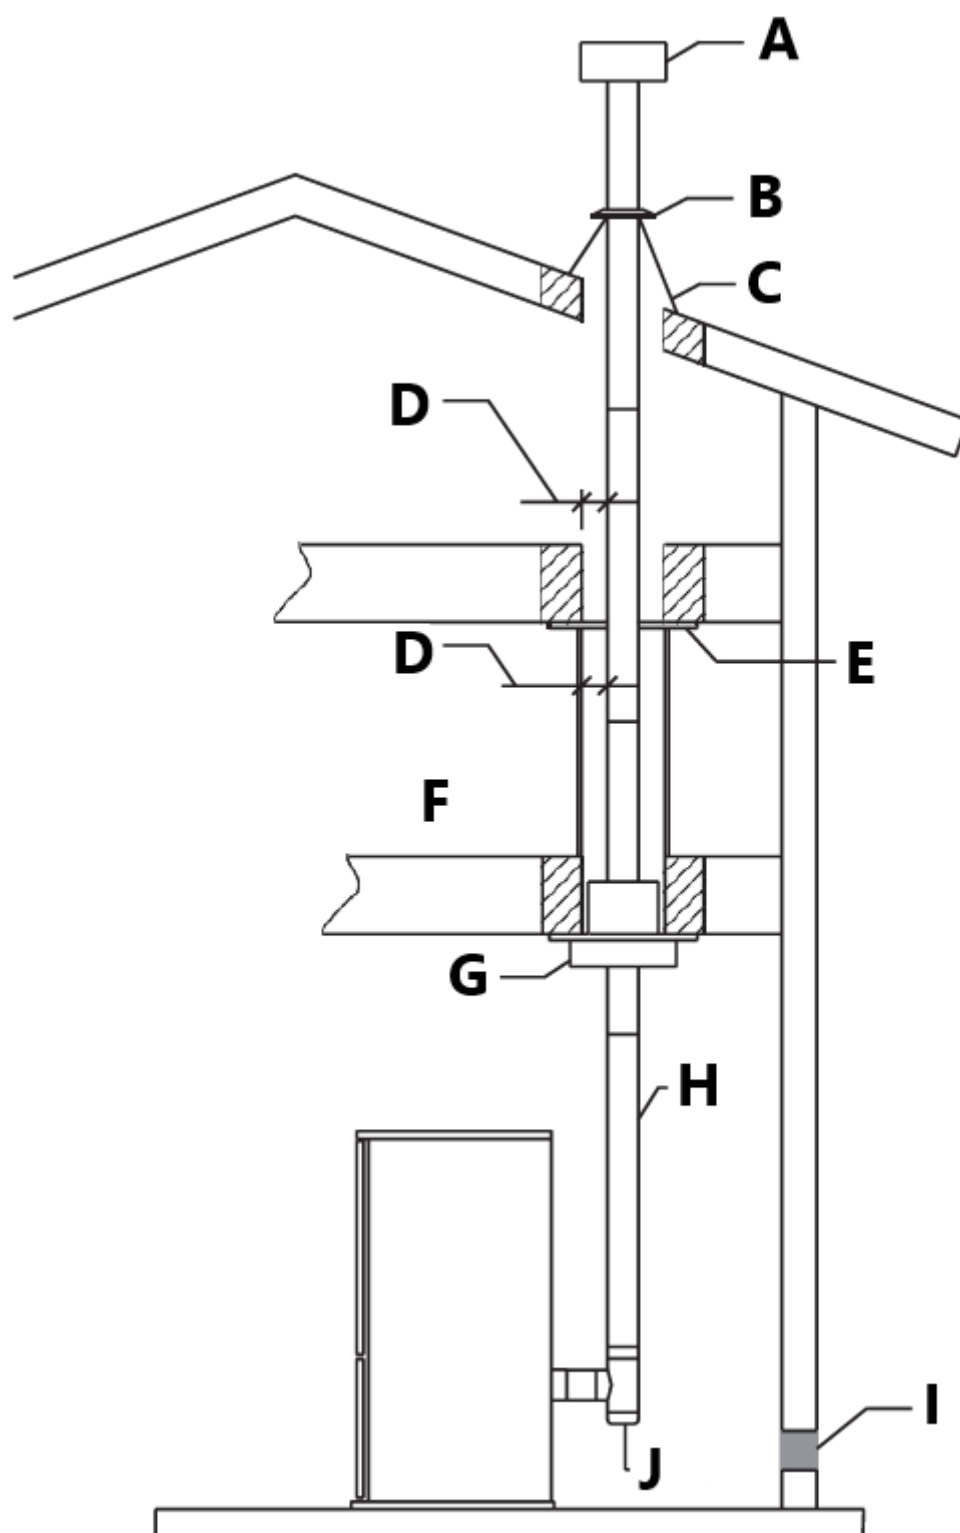

fig. 10
- Installez le support de plafond noir sous le niveau des solives et fixez-le avec des clous ou des vis en spirale de 4 à 1,5 po (102 mm - 38 mm) (Fig. 10). Alternativement, un ensemble de support peut être utilisé à la place du support de plafond noir. L'ensemble de support s'adapte à l'ouverture du plafond par le bas et est fixé aux solives avec 4 clous ou vis en spirale de 1,5" (102 mm - 38 mm) (Fig. 10).
- Des coupe-feu sont requis lorsque l'évent pénètre dans un plancher ou un plafond. Découpez un trou de taille appropriée dans le plafond/plancher et installez le coupe-feu par le dessus ou le dessous de la solive. Fixez le coupe-feu avec des clous dans les coins (Fig. 10).